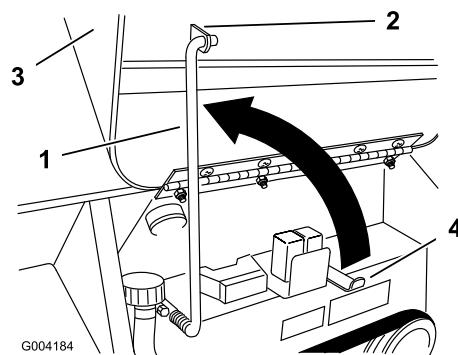

Figure 23
- Relevez la bâquille et engagez-la dans la patte sur le capot (Figure 23).